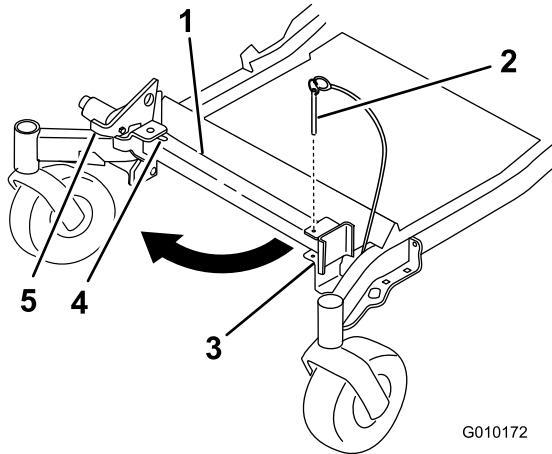
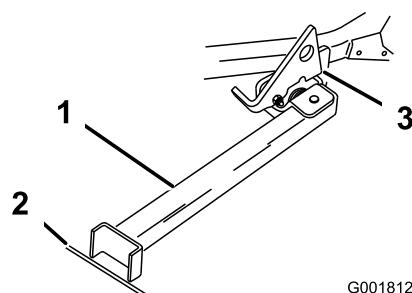

図 31
図 32
2. ブラケットピンを取り外す図 31。
3. ラッチを上げる。スタンドの足を前方に回し、機体のほうへ押し込むようにしてスロットの一一番奥まで入れる図 31 と図 32。
4. スタンドの足を床にセットし、ラッチをピボットタブに載せる図 32。
**注** 舗道の継ぎ目部分やターフとの境目にスタンドの足を踏ん張らせるとよいでしょう図 32。
6. スタンドの上に乗り上げる。ラッチがタブに落ちてロックされたら停止する図 32。機体がスタンドに載ったら、駐車ブレーキを掛け、エンジンを停止させる。
5. スタンドを収納位置に戻す図 31。